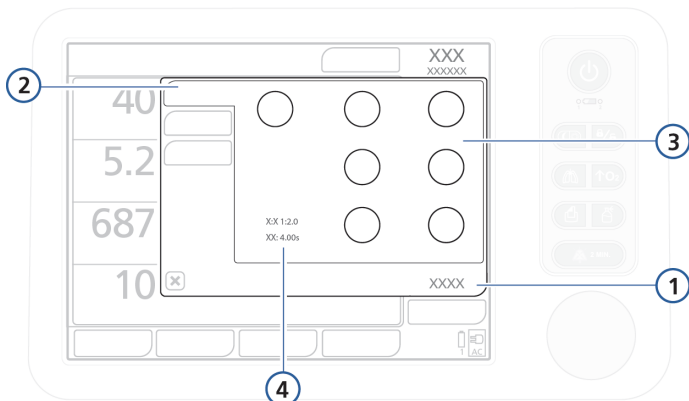

Рисунок 4-5. Настройки на вкладке «Базовый», окно «Управление»
- Кроме контролируемых параметров, в окне «Базовый» отображаются временные характеристики дыхательного цикла, определяемые на основе контролируемых временных параметров (см. рис. 4-5).
1. Откройте окно «Управление» -> «Базовый» (рис. 4-5).
После перехода в другой режим автоматически открывается окно «Базовый», в котором отображаются название нового режима и настройки параметров (рис. 4-5). Просмотрите и подтвердите предлагаемые параметры. Без подтверждения переход в другой режим не будет выполнен.